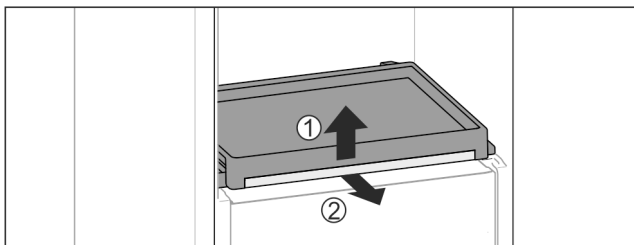

Fig. 113
- ▶ Scoateți raftul extractibil cu placa de sticlă: Ridicați ușor placa de sticlă în față Fig. 113 (1) și extrageți-o spre înainte Fig. 113 (2).